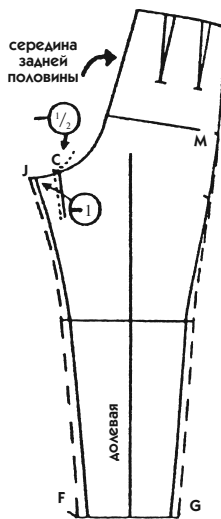

Рис. 772
Мы построили базовое лекало для относительно нешироких брюк. Однако их можно заузить книзу, чтобы получить средний вариант (рис. 772) между обычными брюками (рис. 765 и 766) и облегающими узкими брюками типа лосин, которые мы рассмотрим ниже.
3. На уровне засечки J задней половины уберите 1 см (для всех размеров) (рис. 772).
5. Соедините все точки сплошными линиями, как показано на рис. 772.
Руководствуясь пояснениями к рис. 772 и базовыми лекалами на рис. 765 и 766, сделайте следующие изменения (без выполнения задания).